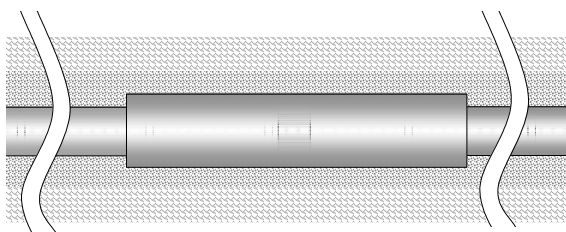

图 2-3 柔性测斜仪在土石坝施工环境中的安装保护示意
b) 当用于堆石坝中做剖面沉降监测装置时，安装方法与土石坝监测规范相符，并建议穿热镀锌钢管保护后直接埋设在预留的沟槽中，其回填料与常规仪器相同。金属保护管采用 2 英寸的热镀锌钢管，接头管采用 2.5 英寸、长 0.5m 的热镀锌钢管（如图 2-3）。